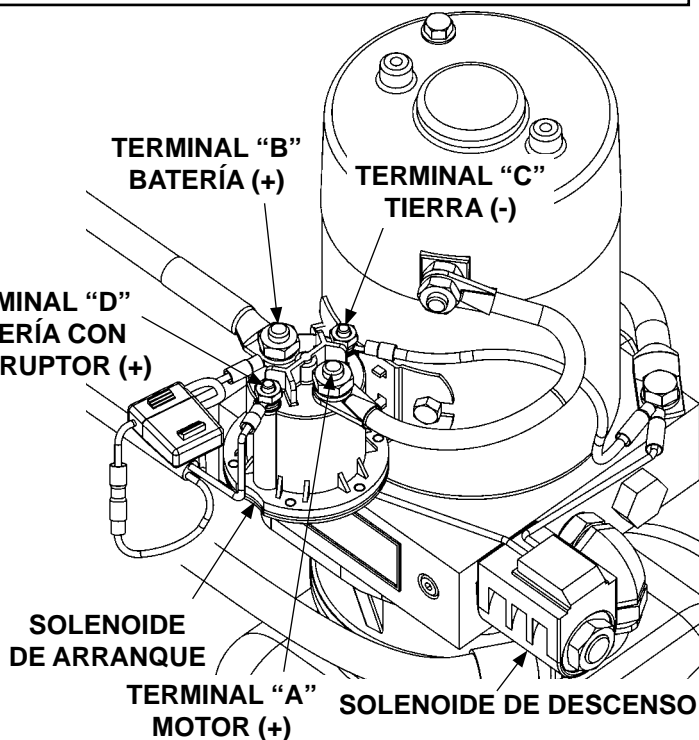

FIG. 33-1
1. Conecte un voltímetro a la terminal "B" del solenoide (**FIG. 33-1**) para verificar que esté energizado. Recargue la batería si la lectura del voltaje es menor a 12.6 V.
3. Coloque un cable de puente a las terminales "B" y "D" (**FIG. 33-1**). Si el motor arranca, inspeccione el interruptor y sus conexiones, así como también el cable blanco. Inspeccione y corrija las conexiones del cableado o reemplace el interruptor.
4. Coloque un cable de puente más potente en las terminales "A" y "B" (**FIG. 33-1**).